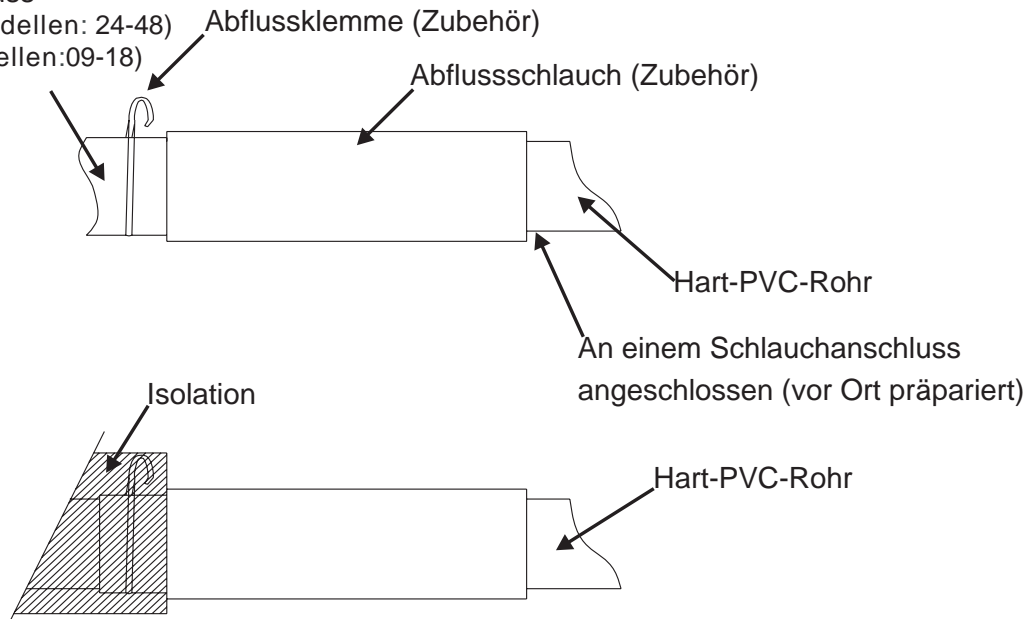

Abb.12
3. Führen Sie den Abflussschlauch ein, bis er gut an der Abflussmündung angeschlossen ist und schließen Sie die Schlauchklemme fest zu (vor Ort präpariert)(Abb. 12).
4. Nachdem Sie den Abfluss geprüft haben, umwickeln Sie den Abflussschlauch mit der Isolierung und den Klemmen . (vor Ort präpariert)(Abb.12)